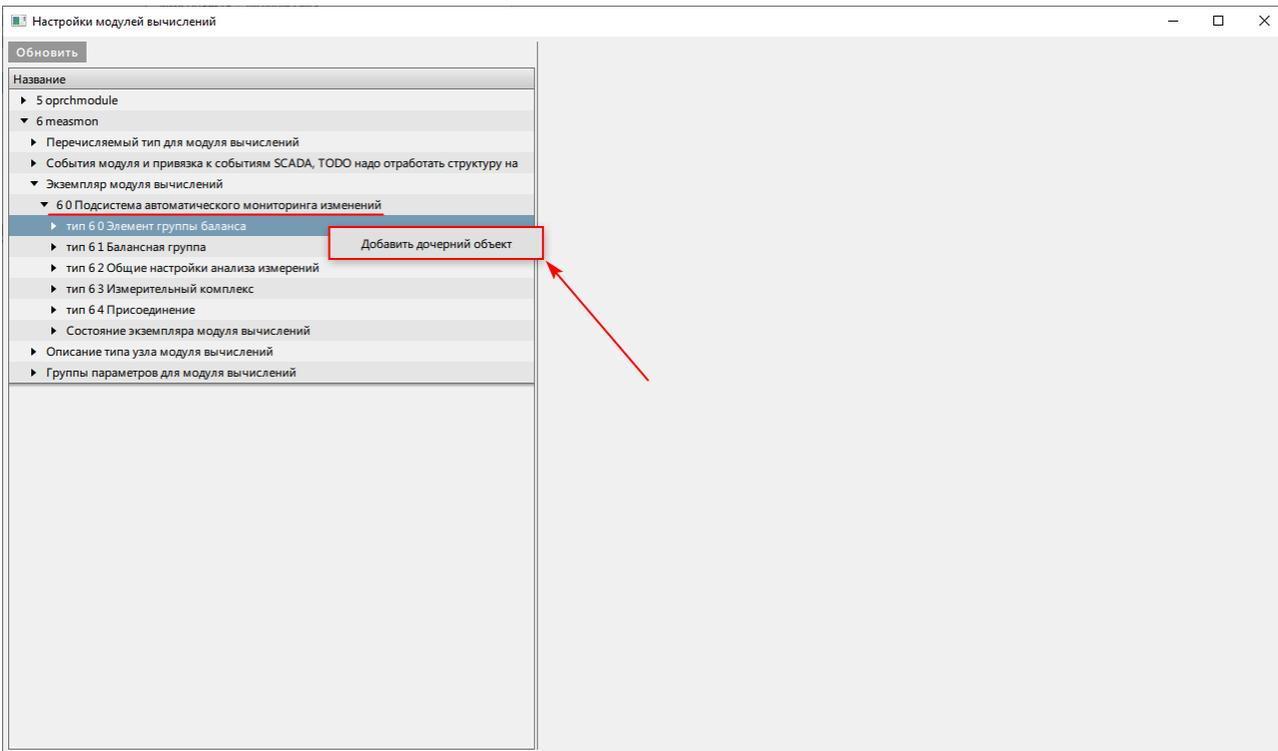

Рисунок 447 - Элемент группы баланса
8. В узле экземпляра модуля вычислений нажмите **Добавить дочерний объект** по **тип 6 0 Элемент группы баланса** и выберите **Добавить дочерний объект** (Рисунок 447). Количество элементов групп баланса должно соответствовать числу добавленных присоединений.